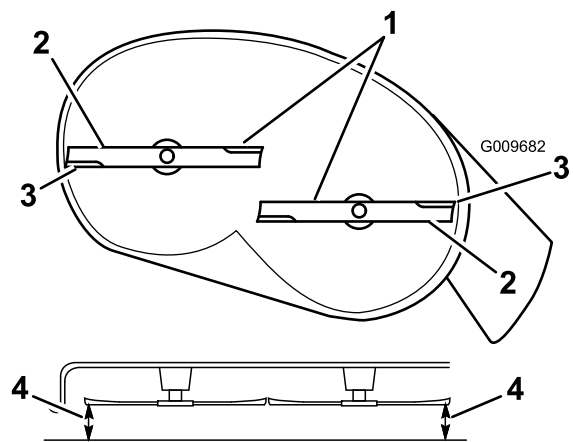

Figura 49
4. Gire cuidadosamente las cuchillas hasta que estén todas orientadas lateralmente (Figura 49).
5. Mida entre los bordes de corte exteriores y la superficie plana (Figura 49). Si hay una diferencia de más de 5 mm entre ambas dimensiones, se requiere un ajuste; siga con este procedimiento.